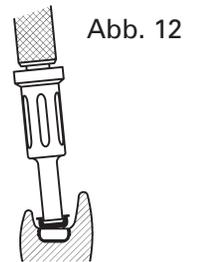

Abb. 12
11. Verwenden Sie das Locator Ausgliederungswerkzeug für die Patrize um die schwarze Bearbeitungspatrize aus der Metallkappe zu entfernen. Pressen Sie den scharfen runden Rand am Ende des Ausgliederungswerkzeugs fest bis auf den Grund der Plastikmatrize, sodass er sich im schwarzen Einlegeteil verfängt und man mit dem angewinkelten Werkzeug die Plastikpatrize aus dem Metallgehäuse ziehen kann (Abb. 12).